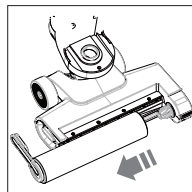

Abb. 13 – Mikrofaserrolle entnehmen
- ▶ Ziehen Sie die Verriegelungslasche der Mikrofaserrolle nach links und nehmen Sie die Mikrofaserrolle heraus (**siehe Abb. 13**).